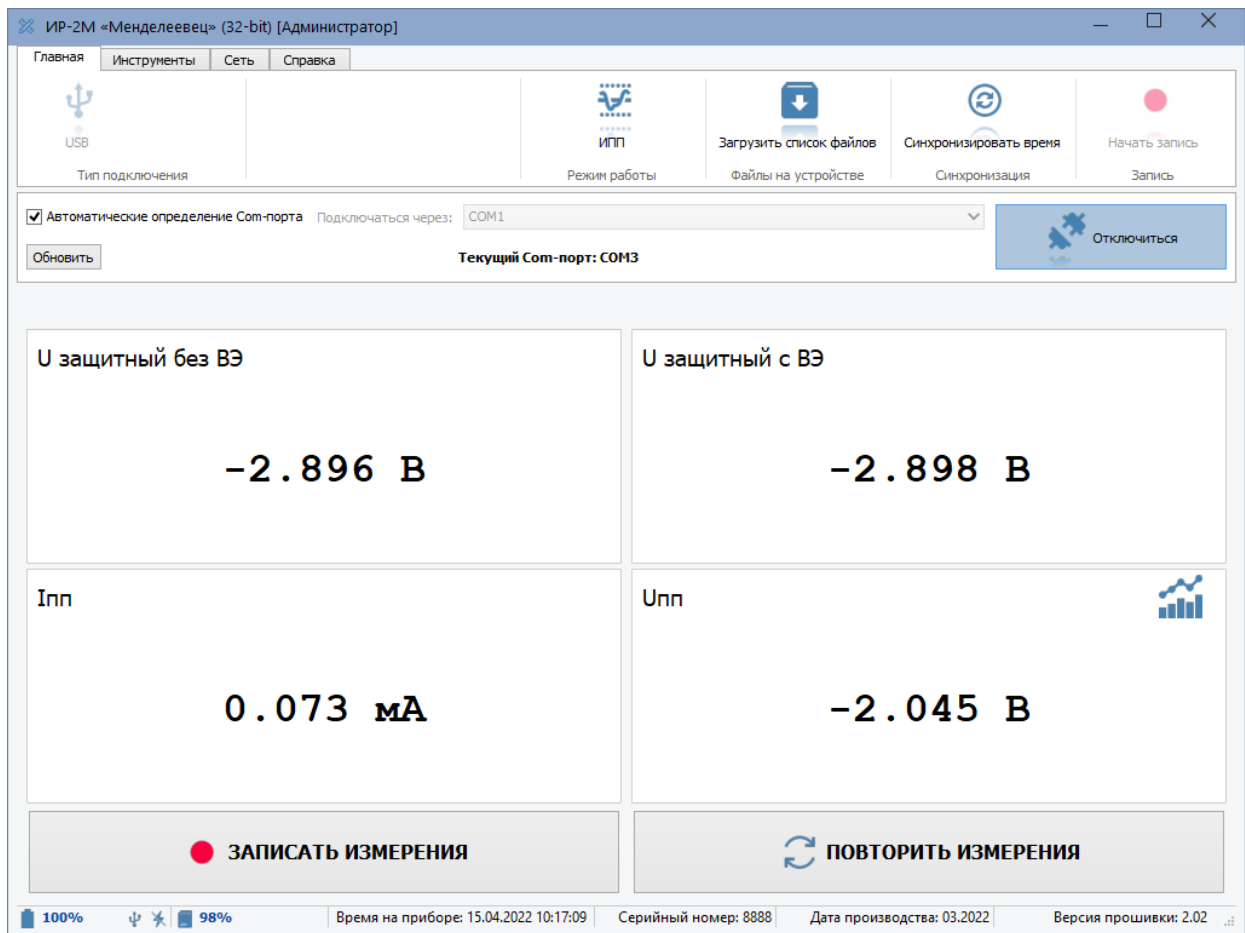
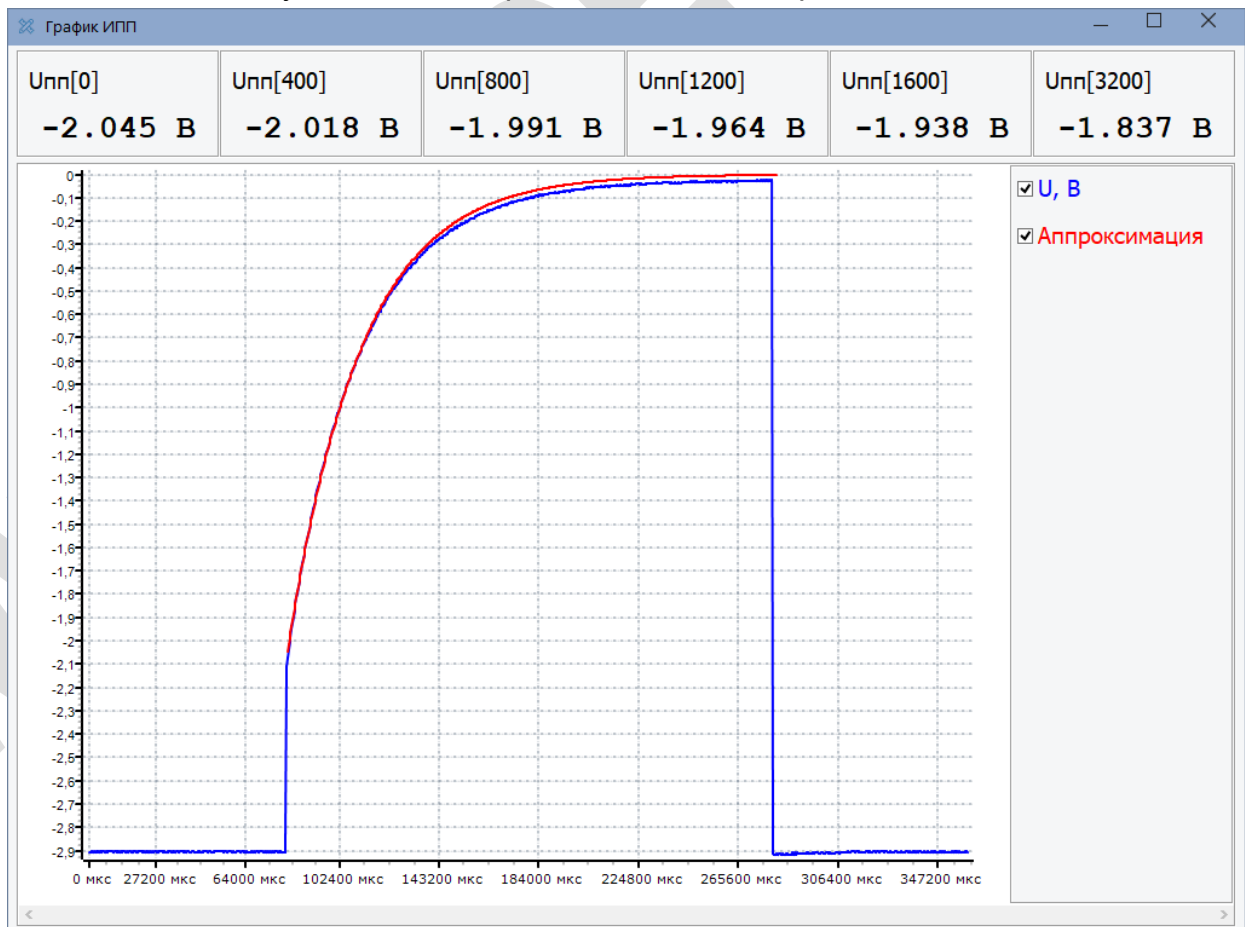

Рисунок 36 – Измеренные значения в режиме «ИПП»
Рисунок 37 – Дополнительная информация об измеренных значениях в режиме «ИПП»
3.7.3.5 Дождитесь завершения измерений (станет доступна кнопка «Записать измерения») (рисунок 36). Нажмите на кнопку «», если необходимо показать больше информации (рисунок 37).